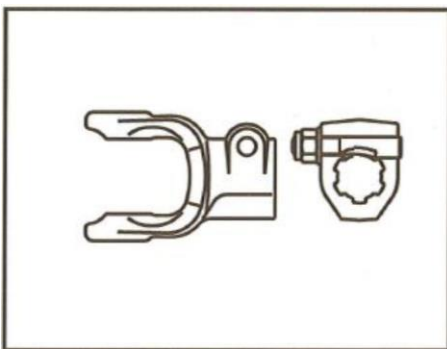

Рис. 36. Стопорение вала коническим зажимным болтом
- Установите вилку на хвостовик вала, а конический зажимной винт таким образом, чтобы конус сел в кольцевой паз хвостовика вала (Рис. 36).